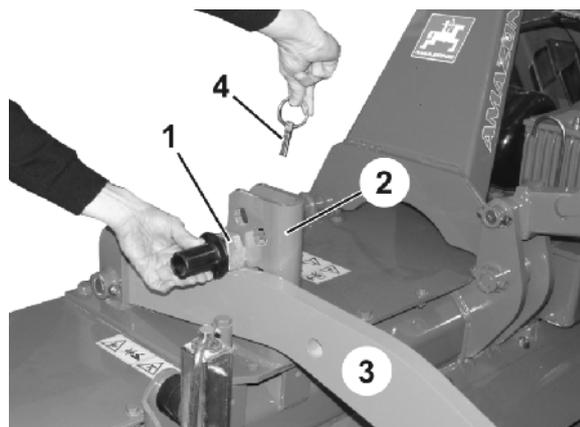

Fig. 25
1. Heben Sie nur das Bodenbearbeitungsgerät geringfügig über die Dreipunkt-Hydraulik des Traktors an, bis die Tragarme (Fig. 25 /3) auf der Abstützung für die Nachlaufwalze aufliegen und die Löcher der Absteckholme (Fig. 25 /2) für die Tiefenregulierungsbolzen (Fig. 25 /1) freigeben.
3. Entfernen Sie den Klappstecker (Fig. 25 /4).